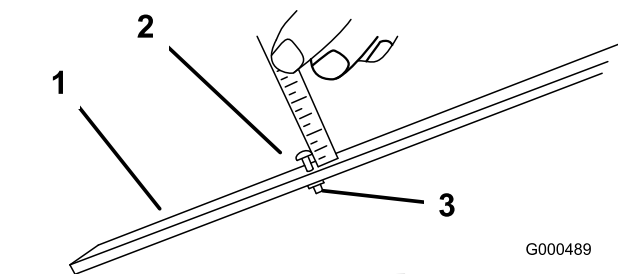

Figura 50
3. Afloje la tuerca de la barra de ajuste (Figura 50) y ajuste el tornillo para la altura de corte deseada. La distancia entre la parte inferior de la cabeza del tornillo y la cara de la barra es la altura de corte.